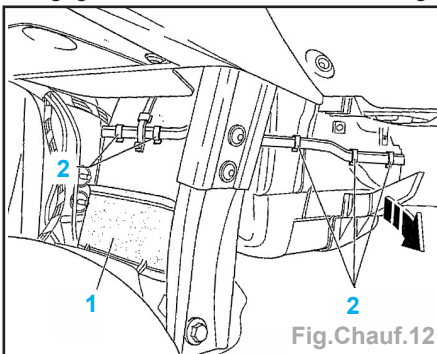

Fig.Chauf.12
- Déposer le conduit (1) et les languettes d'encliquetage (2) situées autour du boîtier (Fig.Chauf.12).